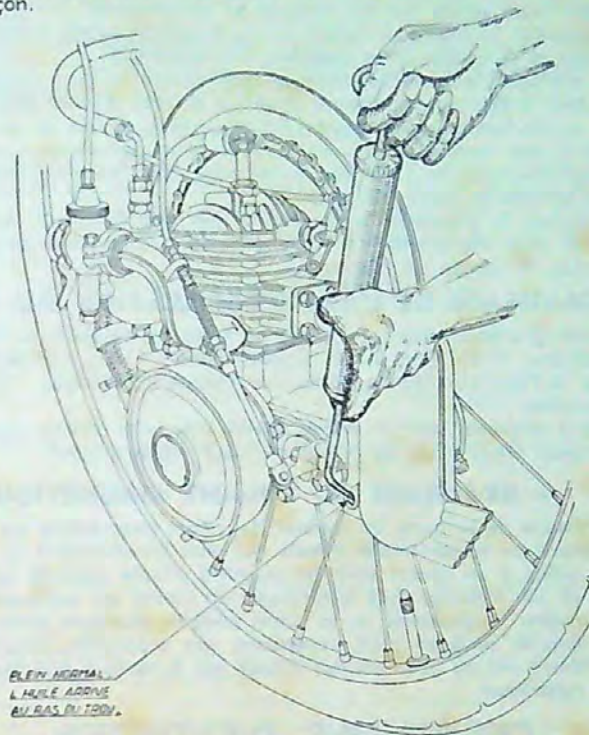

Fig. 3 - Remplissage du carter de démultiplicateur.
1° S'assurer que le niveau d'huile dans le démultiplicateur du moteur est correct. Pour cela, démonter le bouchon de contrôle à la partie inférieure du carter (comme indiqué au chapitre « Graissage », paragraphe II); l'huile doit offleurer au ras du trou de ce bouchon. Si le niveau d'huile paraît trop bas, ou si le plein n'a pas été fait, introduire dans le carter la quantité d'huile nécessaire avec une seringue, suivant la méthode exposée au chapitre « Graissage » et fig. 3.
- 4° Injecter cette huile dans le carter en poussant doucement le piston de la seringue dont le bec sera introduit dans le trou du bouchon. (Voir fig. 3.)